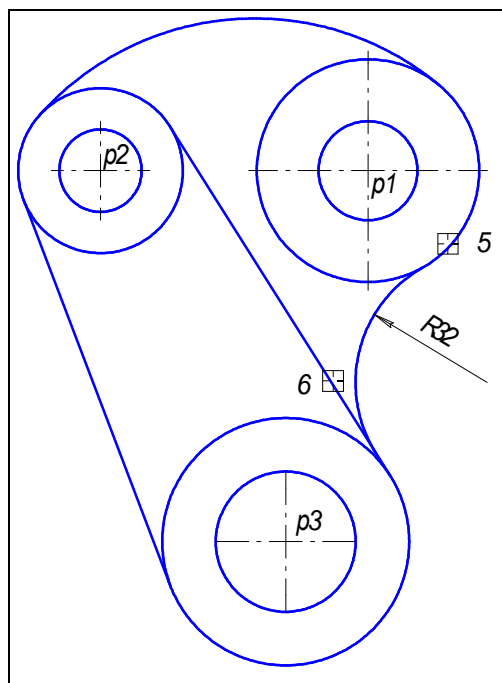

Рис. 71
18. Постройте плавное сопряжение окружности o1 и правого отрезка дугой радиусом 32 мм. Включите кнопку **Скругление** на странице Геометрия. В поле **Радиус скругления** в Строке параметров введите значение 32 мм и отключите усечение второго объекта, нажав соответствующую кнопку в Строке параметров. После этого укажите мишенью на окружность o1 (мишень 5) и отрезке (мишень 6). Результат выполнения операции показан на рис. 71.